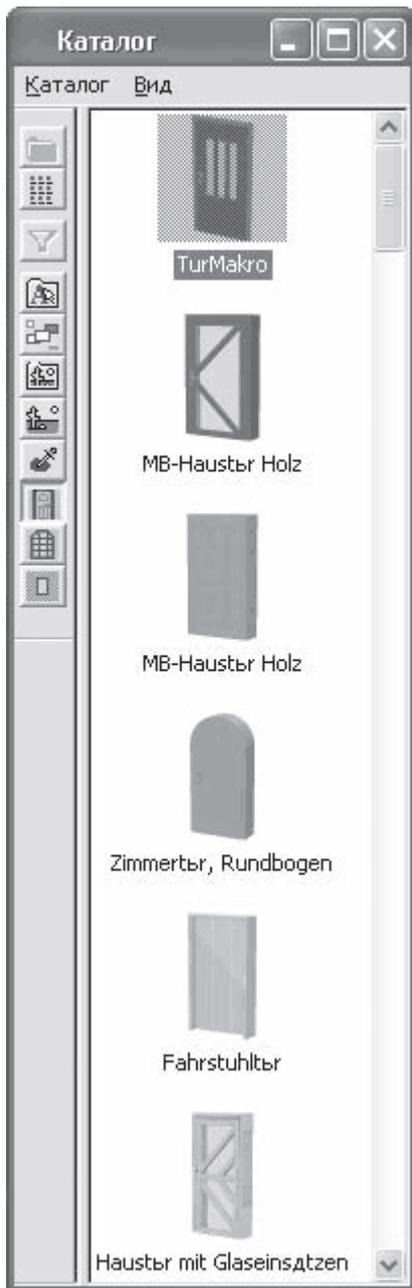

Рис. 5.23. Раздел Двери каталога текстур и объектов
– в этом разделе каталога содержатся модели различных типов дверей, которые вы можете добавлять в проект (размещать на стенах) в режиме дизайна. Перечень дверей (рис. 5.23) полностью дублирует команды вариантной кнопки для построения дверей, доступной в режиме конструирования.